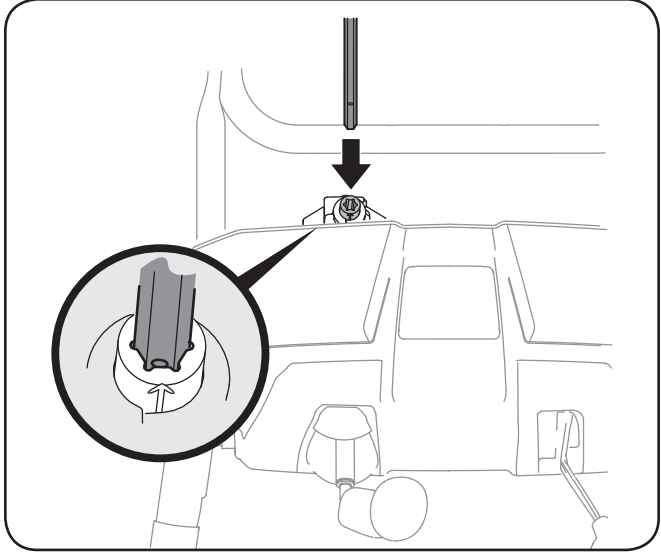

Fig. 3-8
6. Insérez l'extrémité hex. de la tige (trou vers le haut) dans le pignon. Voir la Fig. 3-8.